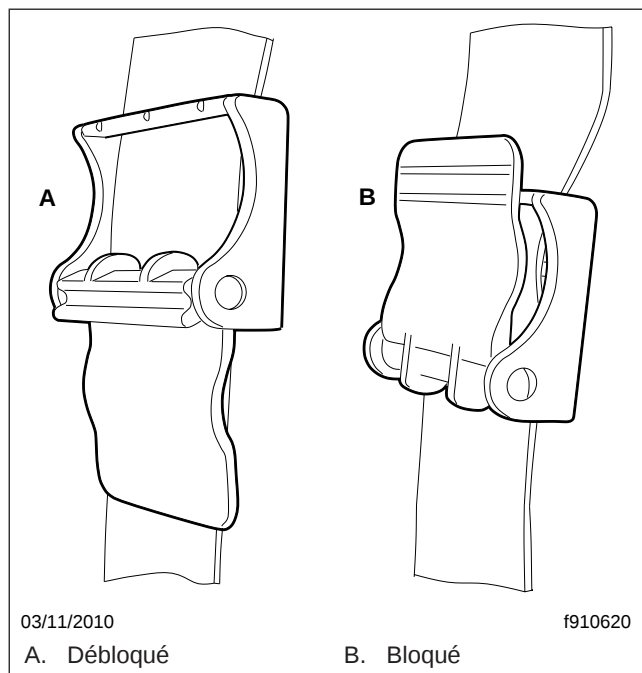
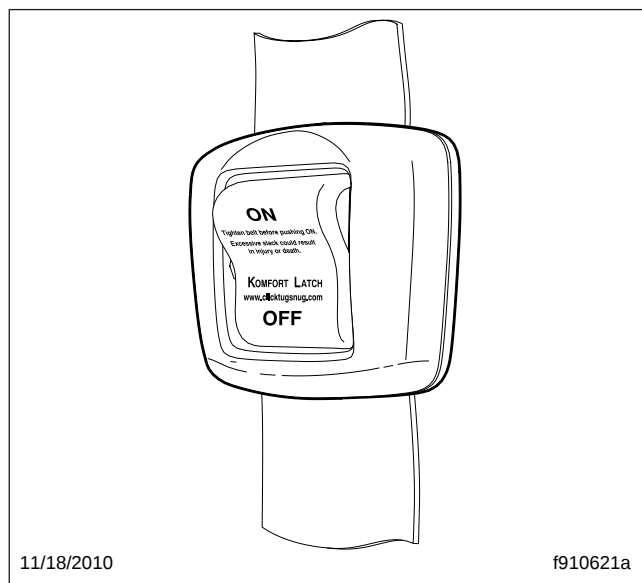

Fig. 6.6, Komfort Latch
Fig. 6.7, Komfort Latch coulisant
Lorsque bloqués et utilisés correctement, les dispositifs Komfort Latch (figure 6.6) et Komfort Latch coulissant (figure 6.7) créent un peu de mou dans la ceinture de sécurité afin de rendre le port de la ceinture plus confortable.
S'il s'agit d'un dispositif Komfort Latch coulissant, assurez-vous que le boudrier est bien ajusté sur votre poitrine. Sans desserrer le boudrier, poussez la commande à bascule du Komfort Latch coulissant à ON. Voir la **figure 6.7**. Pour bloquer le dispositif, inclinez-vous vers l'avant jusqu'à ce que vous entendiez un déclic. Cela offrira environ 2,5 cm (1 po) de mou entre votre poitrine et le boudrier. Une fois bloqué, le dispositif vous permettra de vous incliner vers l'avant sur environ 13 cm (5 po) sans avoir à modifier le réglage du dispositif. Si vous vous inclinez plus de 13 cm (5 po) vers l'avant, le Komfort Latch coulissant se déblocuera et devra être réglé de nouveau.
1. Tirez lentement l'attache métallique de la ceinture à trois points pour la sortir du rétracteur (de l'extérieur vers l'intérieur) sur une longueur suffisante pour l'enclencher dans la boucle. Si le rétracteur se bloque prématurément, laissez la ceinture se rétracter légèrement, puis tirez-la encore lentement. Voir la figure 6.7.